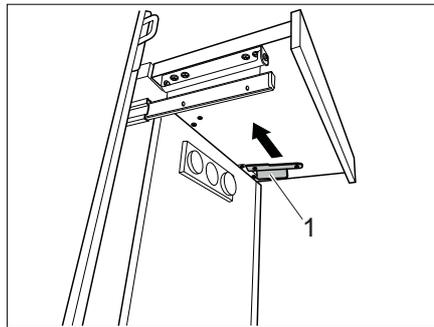

Bild 106 Verbreiterung sichern
- Verriegelung (Bild 106,1) nach vorne schieben. Die Verbreiterung ist gesichert.
- Verriegelung (Bild 106,1) lösen.